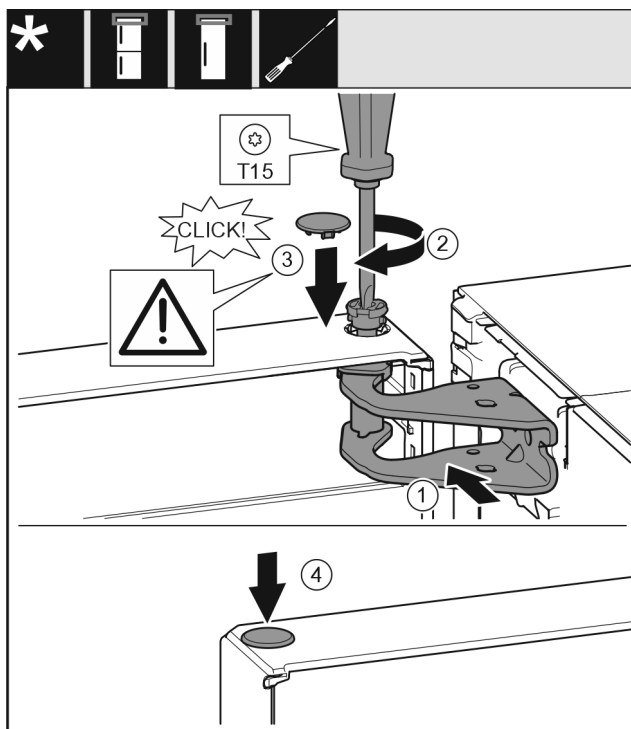

Fig. 22
- ▶ Вирівняйте те дверцята зверху по отвору в опорному кронштейні. Fig. 22 (1)
- ▶ Вставте палець та закрутіть за допомогою викрутки T15. Fig. 22 (2)
- ▶ Встановіть захисну кришку для захисту дверцят: вставте захисну кришку і проконтролюйте щоб вона прилягала до дверцят. Якщо це не так, повністю вставте палець. Fig. 22 (3)
- ▶ Вставте пробку. Fig. 22 (4)